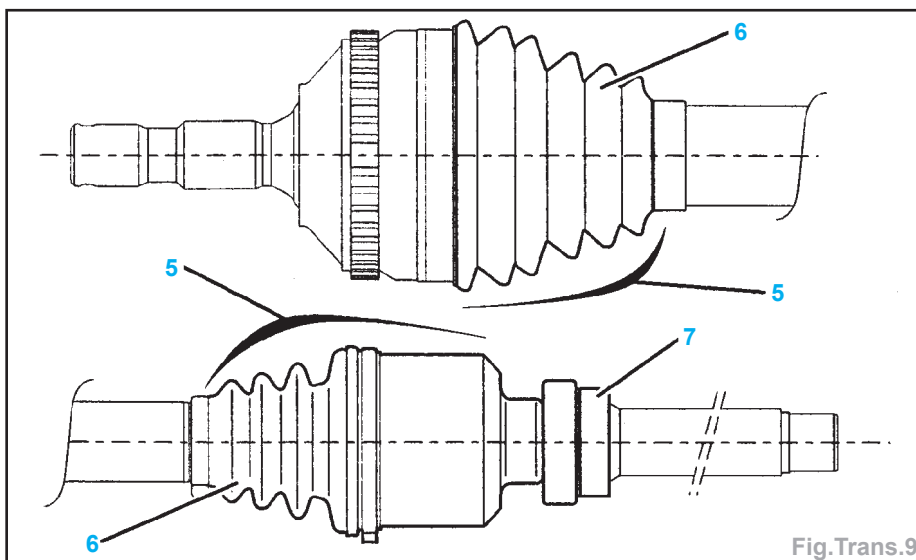

Fig.Trans.9
- Contrôler (Fig.Trans.9) :
- l'absence de jeu dans les articulations (5),
- l'état des soufflets (6),
- le roulement de palier (7).
- nettoyer et enduire de graisse multifonctionnelle «**TOTAL 3945**» la bague extérieure du roulement de palier (7) et son logement dans le support moteur inférieur droit.